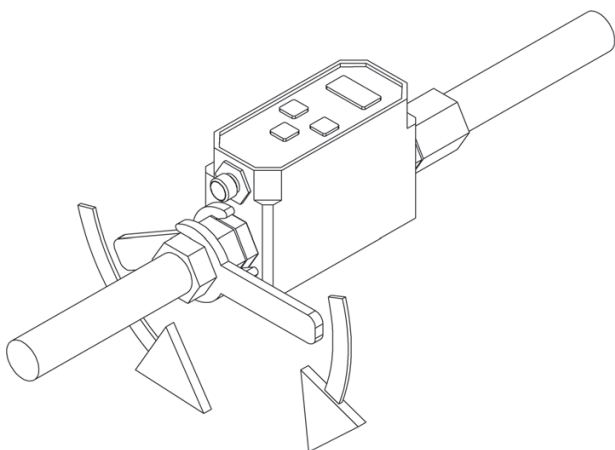
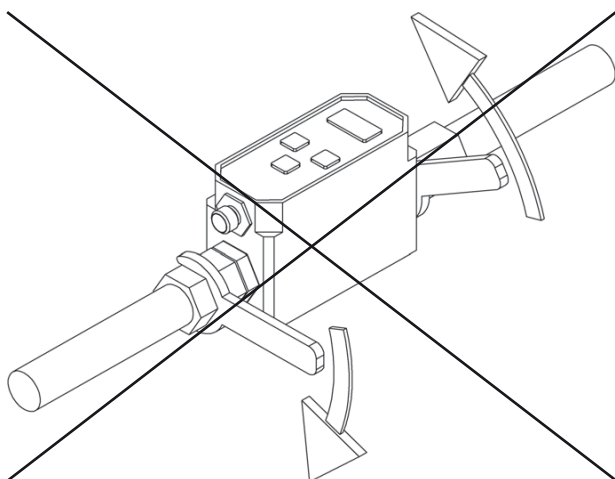

Fig. 7 : Exemple forces de cisaillement
Fig. 8 : Exemple négatif forces de cisaillement
Montage *en ligne* dans une conduite (voir Fig. 7).
- Lors du montage et lors du fonctionnement, veiller à ce qu'aucune force de cisaillement n'apparaisse (voir Fig. 7 et Fig. 8).